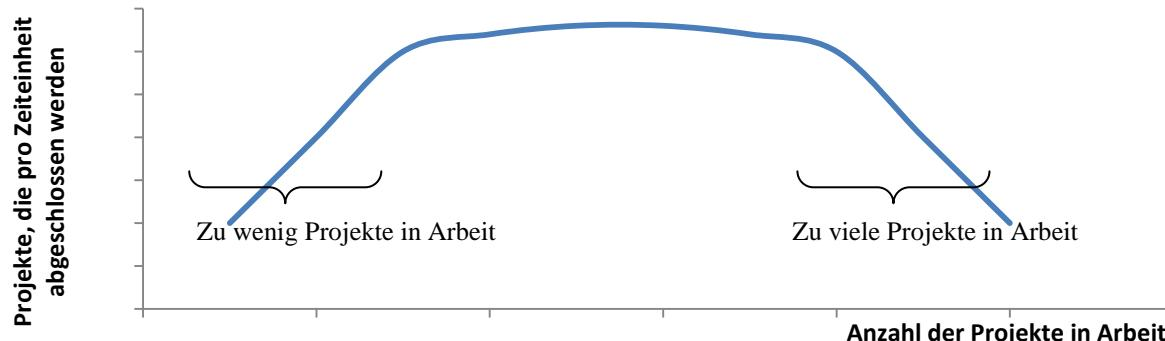

Bild 1: Einfluss der Arbeitslast auf die Projektabschlussrate.
- Eingefrorene Projekte zu früh wieder aufzunehmen, erzeugt erneut eine zu große Arbeitslast, schädliches Multitasking und in der Folge eine sinkende Projektabschlussrate. Das Unternehmen würde wieder in den ursprünglichen Zustand zurückzufallen, in dem zu viel Arbeit gleichzeitig im System war (rechter Bereich in Bild 1).
- Eingefrorene Projekte zu spät wieder aufzunehmen, erzeugt dagegen unnötige Unterbeschäftigung und senkt dadurch ebenfalls die Projektabschlussrate (linke Seite in Bild 1).